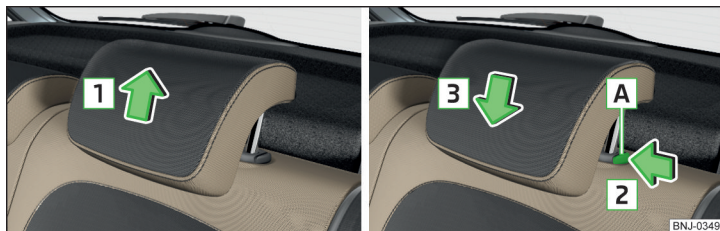

Fig. 74 Ajustar la altura del reposacabezas
- Tomar el reposacabezas y desplazarlo **hacia arriba** en sentido de la flecha **1** » fig. 74.